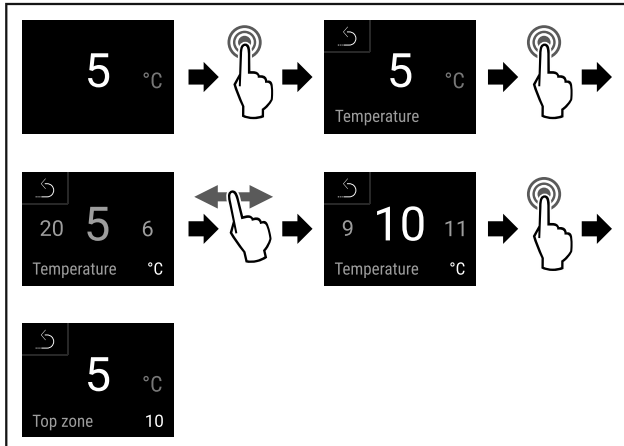

Fig. 67
- Følg anvisningene (se Fig. 67).